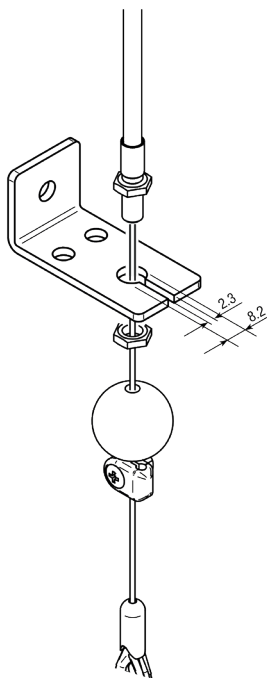

Fig. 1
- При помощи имеющихся в комплекте крепежных (рис. 1) элементов, закрепите конец точки подвеса Bowden-троса.